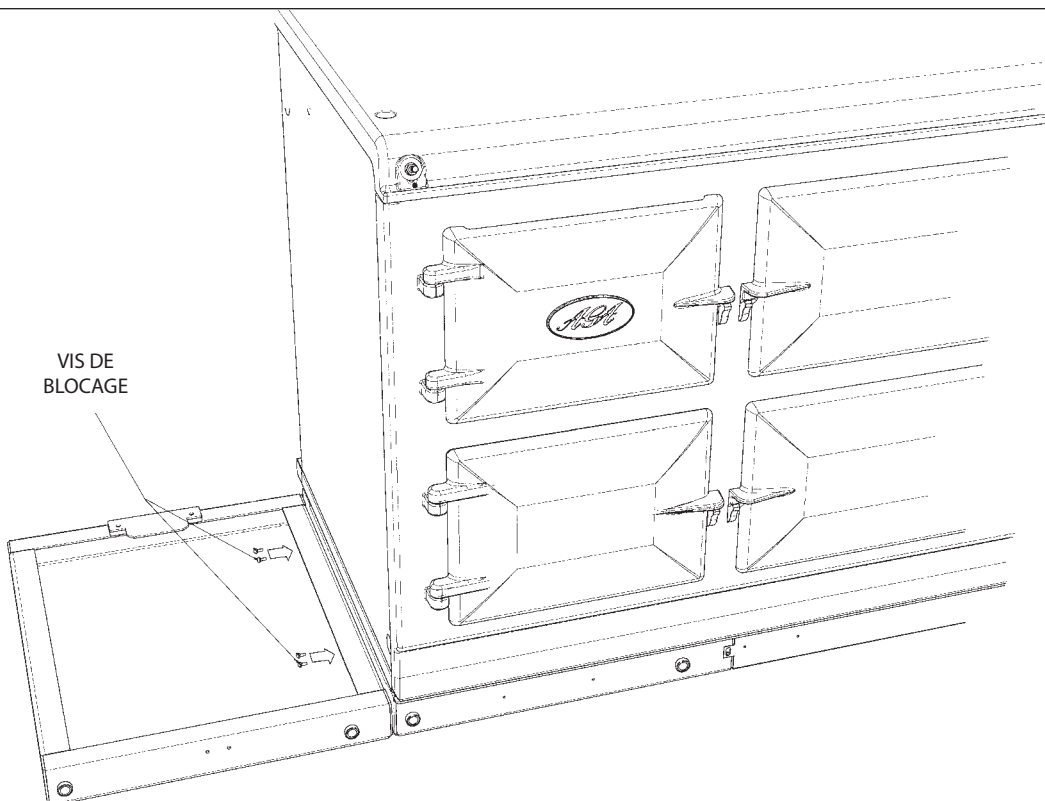

Fig. 30.4
3. Rattachez le socle de l'armoire chauffante à celui de l'AGA eR7 à l'aide des vis M6 et des rondelles fournies (**Fig. 30.4**). Fixez la vis de verrouillage dans le socle.